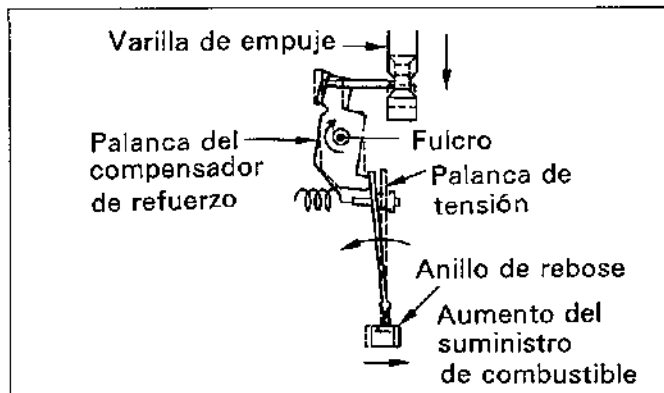

Figura.9-38 Cuando la presión de refuerzo aumenta
- ① La presión de la parte superior de la cámara de diafragma aumenta y mueve el diafragma hacia abajo venciendo la fuerza del resorte. Luego el diafragma se mueve hacia una posición donde las fuerzas de la presión y el resorte se equilibran.
- ② La varilla de empuje se mueve hacia abajo junto con el diafragma.
- ③ En este momento, el pasador de conexión de la palanca se mueve hacia la derecha y a lo largo de la forma cónica hacia la posición de reposo.
- ④ La palanca de tensión presiona el pasador de conexión hacia la varilla de empuje a través de la palanca del compensador de refuerzo. Por lo tanto, cuando la varilla de empuje se mueve desde la posición alta a la posición baja, el pasador de conexión se mueve hacia la derecha como se muestra en la figura.9-38.
- ⑤ Como resultado, la parte superior de la palanca de tensión se mueve hacia la izquierda, moviendo el anillo de rebalse hacia el lado de más combustible.
- ① Cuando la presión dentro del diafragma aumenta más, la varilla de empuje se mueve más hacia abajo causando que el punto de contacto del pasador de conexión sea la parte superior de la parte cónica de la varilla de empuje.
- ② Como resultado, el pasador de conexión se desliza hacia la izquierda y por lo tanto el compensador de refuerzo gira hacia la izquierda. Esto causa el giro hacia la derecha de la palanca de tensión, haciendo que el anillo de rebalse se mueva en la dirección donde la cantidad de suministro se reduce.